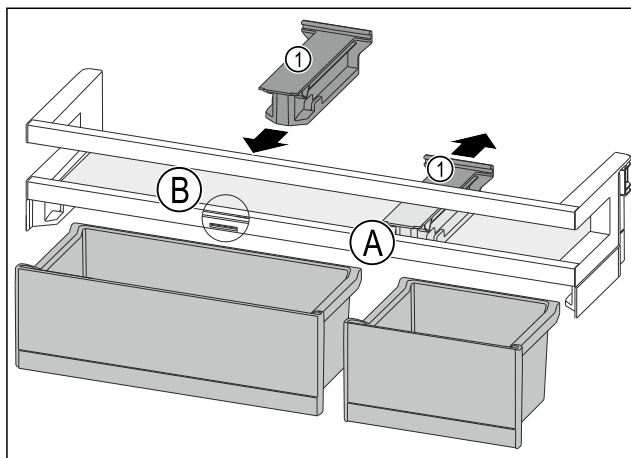

Fig. 127
- Dra ut fästdelen Fig. 127 (1) i position Fig. 127 (A) bakåt.
- Sätt in fästdelen Fig. 127 (1) i position Fig. 127 (B).